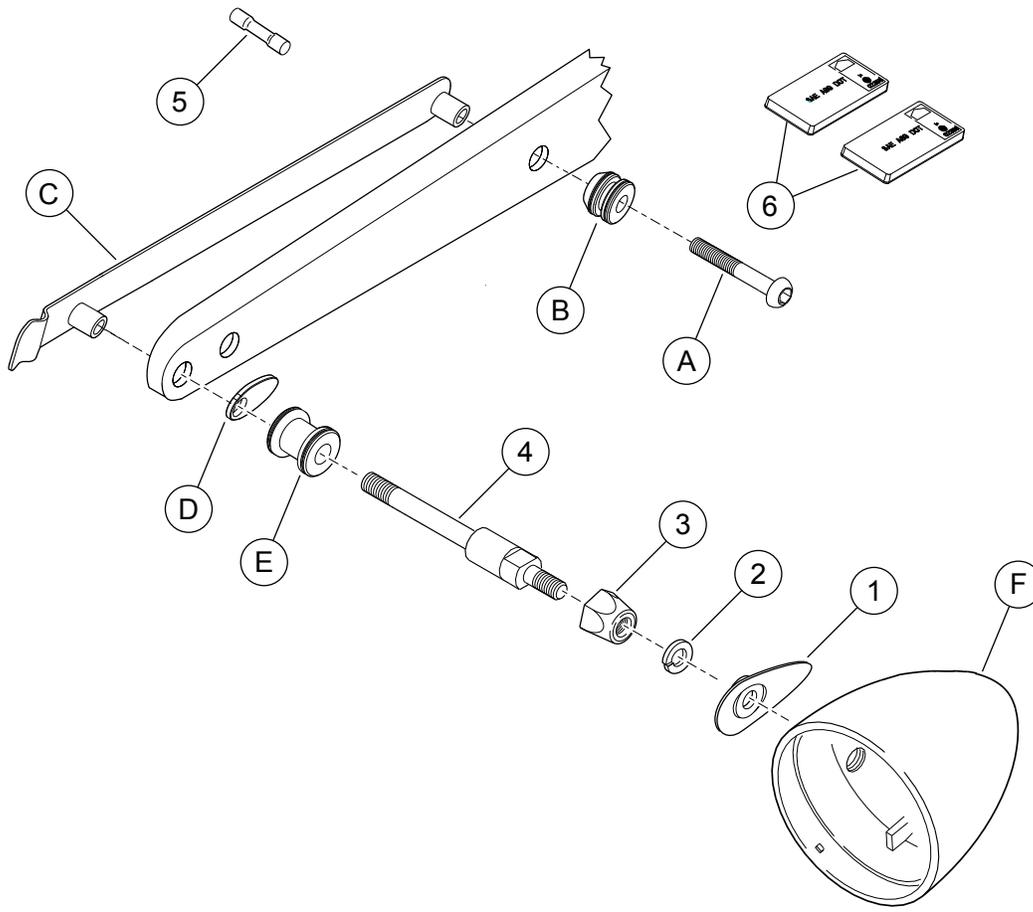

Figure 3. Pièces détachées : kit de repositionnement des feux de direction FXD
Voir Figure 3 et Tableau 1.
1. Voir Figure 3. Placer le galet d'ancrage arrière (E) et le couvercle encastré (D) sur la longue extrémité fileté de la nouvelle tige de feu de direction (4) avec le côté chanfreiné du galet d'ancrage orienté vers l'extérieur.
2. Insérer la tige de feu de direction (4) dans le trou de montage arrière du support de garde-boue et du garde-boue. Enduire de Loctite[®] 243 (bleu) la tige et visser dans le support de montage de garde-boue.
4. Installer sans serrer un écrou de blocage (3), puis une rondelle-frein (2) sur l'extrémité fileté courte de la tige de feu de direction (4).
5. Placer le couvercle encastré (1) en position dans l'encastrement du boîtier de feu de direction. Insérer les fils provenant de la douille dans l'œillet du boîtier de feu de direction, dans le trou fileté et le couvercle encastré puis dans la tige de feu de direction (4).
8. Voir Figure 3. Retirer le support adhésif du réflecteur (6) et centrer le réflecteur le long du bord inférieur de la plaque latérale. Appliquer le réflecteur et l'immobiliser en place pendant 30 secondes. Répéter pour l'autre plaque latérale.